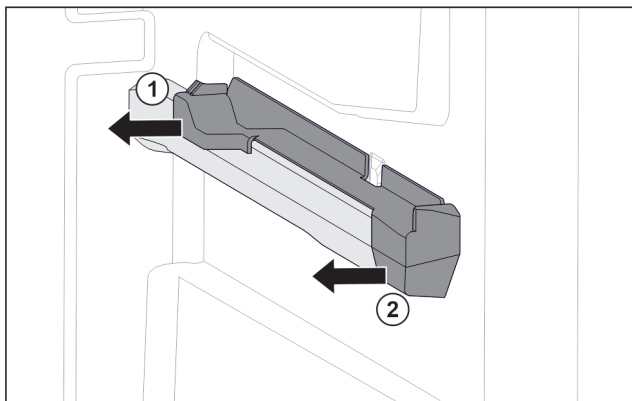

Fig. 130 Element nasadzany na prawym żebrze pojemnika
- Odciągnąć element nasadzany z tyłu w bok. Fig. 130 (1)
- Odciągnąć element nasadzany z przodu w bok. Fig. 130 (2)